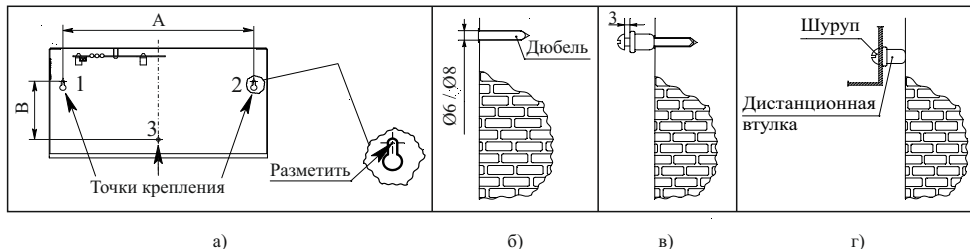

Рисунок 1
- а) разметить точки крепления через отверстия в корпусе источника (рисунок 1, а). Размеры, указанные на рисунке 1, а:
- б) засверлить три отверстия сверлом  $\varnothing 6$  (под шуруп  $4 \times 45$ ), или  $\varnothing 8$  (под шуруп  $6 \times 40$ ), и вставить в них дюбели (рисунок 1, б);
- в) установить дистанционные втулки и вернуть шурупы в крепежные отверстия 1 и 2. Повесить источник на шурупы 1 и 2 (рисунок 1, в);
- г) вернуть шуруп через дистанционную втулку в крепежное отверстие 3. Зафиксировать корпус, закрутив шурупы до упора (рисунок 1, г).